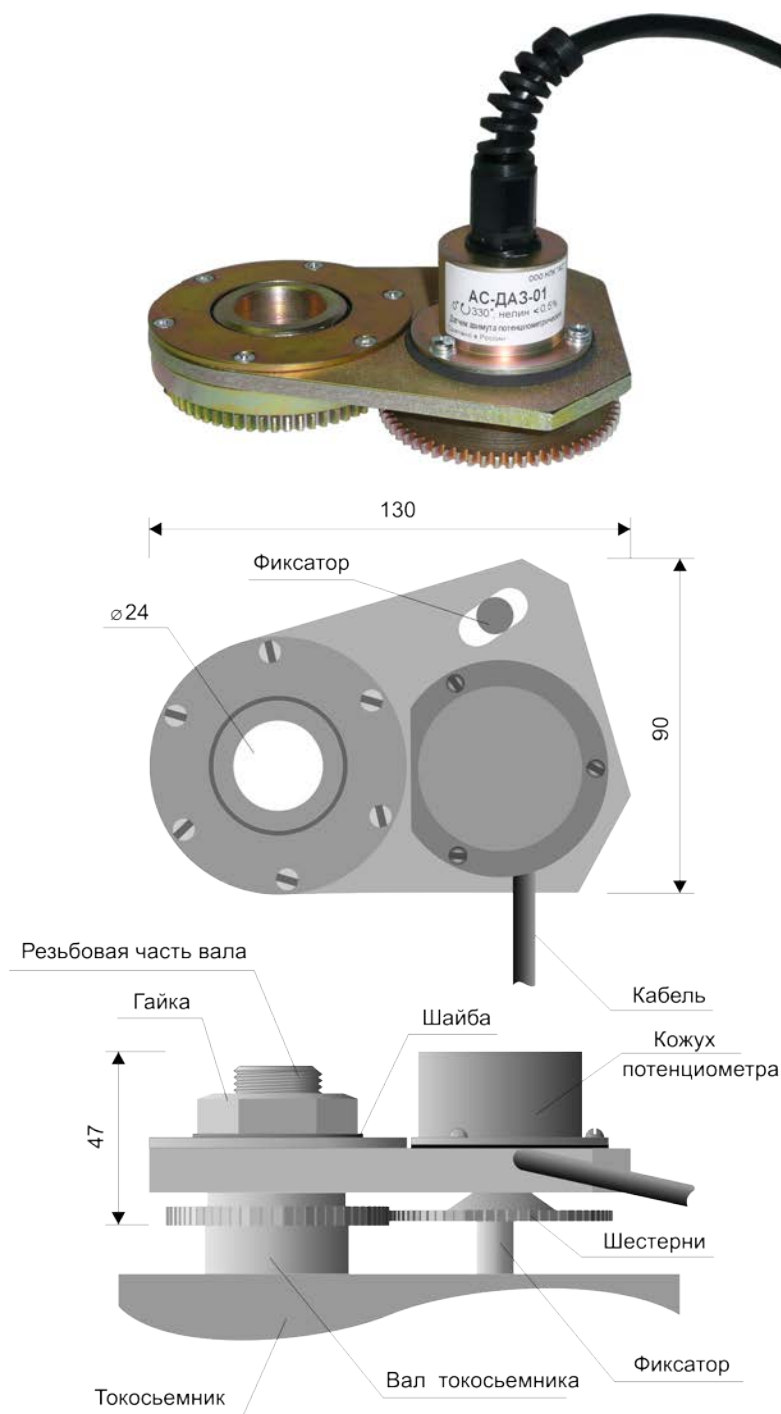

Рис. 8
6.8. Датчик азимута, Рис.8, представляет собой потенциометр, приводимый в действие вращением поворотной платформы подъёмника и преобразующий угол поворота платформы в электрический сигнал. Сопряжён с осью вращения поворотной платформы.